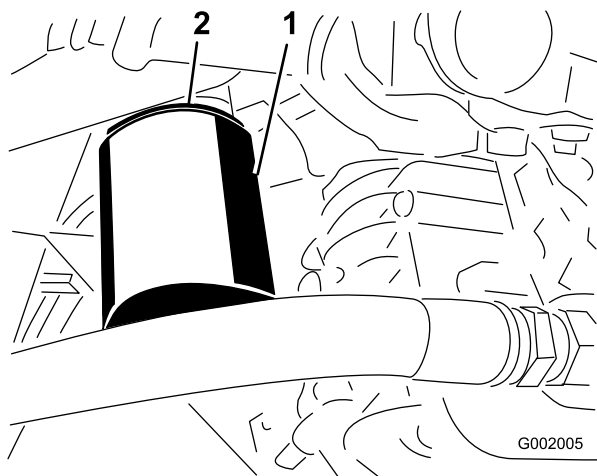

Figura 68
4. Retire o filtro (Figura 68).